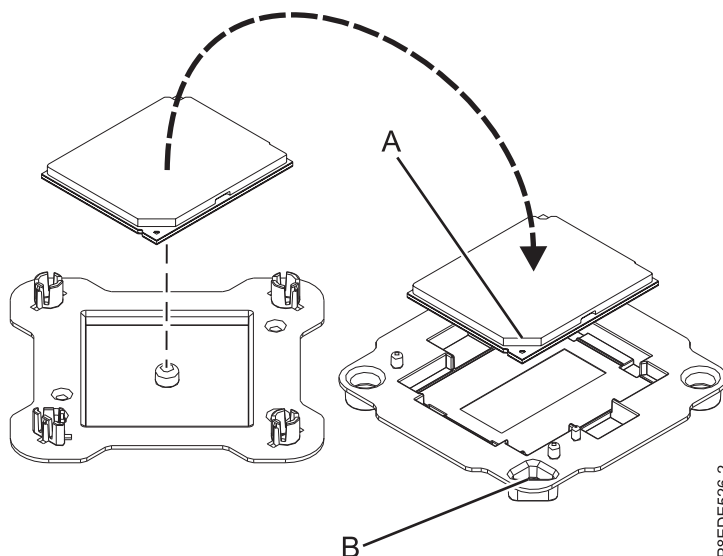

Abbildung 19. Platzieren des Systemprozessormoduls in der Verpackung
10. Greifen Sie das von Ihnen ausgetauschte Systemprozessormodul vorsichtig an den Kanten und heben Sie es aus der Verpackung. Richten Sie die abgeschrägte Ecke des Moduls (**A**) an der Ecke der Verpackung aus, die ein Dreieck aufweist (**B**), und platzieren Sie das Modul in der Verpackung, siehe Abb. 19. Schließen Sie die Verpackung.